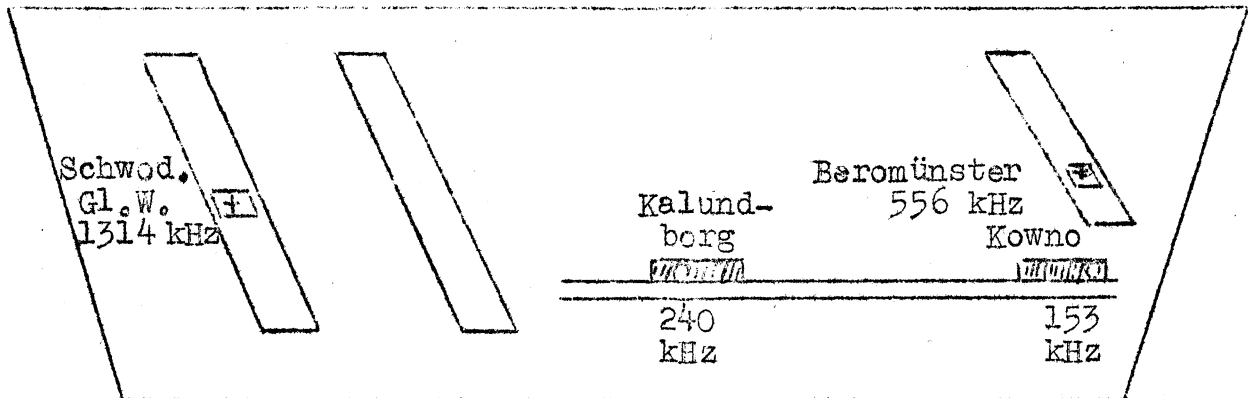

Abb.4) Lage der Einstellpunkte im Mittel- u. Langwellenbereich Weltmeister 465 WL u. GWL.
1. Das auf Mittelwelle geschaltete Gerät auf Marke 1314 kHz (= Schwed. Gleichwelle, s. Abb. 4) einstellen, Sperrkreis auf Mitte des Mittelwellenbereiches (etwa 1000-800 kHz) einstellen.
3. C-Korrektur des Vorkreises Pos. 24 (58) und Oszillators Pos. 27 (62) auf maximale Ausgangsspannung einstellen.
4. Gerät auf 556 kHz (= Beromünster, vergl. Abb. 4) einstellen.
6. L-Korrektur Pos. 10 (56) und Pos. 14 (64) auf Maximum einstellen.
8. Gerät auf "1000 - 2000 m" schalten und auf 240 kHz (= Kalundborg, vergl. Abb. 4) einstellen.
10. Pos. 25 (59) und 26 (63) auf Maximum einstellen.
11. Gerät auf 153 kHz (= Kowno, vergl. Abb. 4) einstellen.
13. Pos. 11 (57) und 15 (65) auf Maximum einstellen.